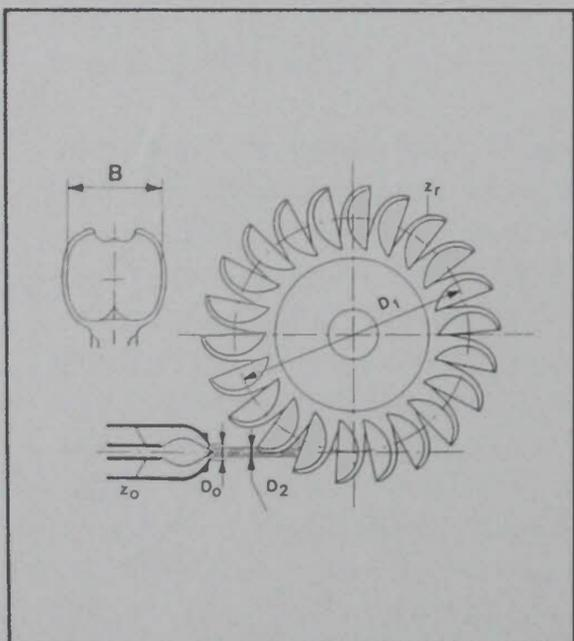

Fig.1 - Dimensões principais da turbina Pelton
- Diâmetro da circunferência tangente ao jacto na turbina Pelton (Fig. 1):  $D_1$  (m).
- Largura da concha Pelton (Fig. 1):  $B$  (m).
- Número de cochas Pelton (Fig. 1):  $z_r$ .
- Número de jactos Pelton (Fig. 1):  $z_0$ .